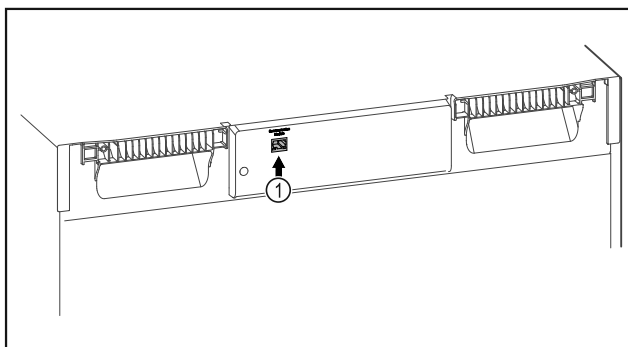

Fig. 94
- SmartModule Fig. 94 (1) er sat i.